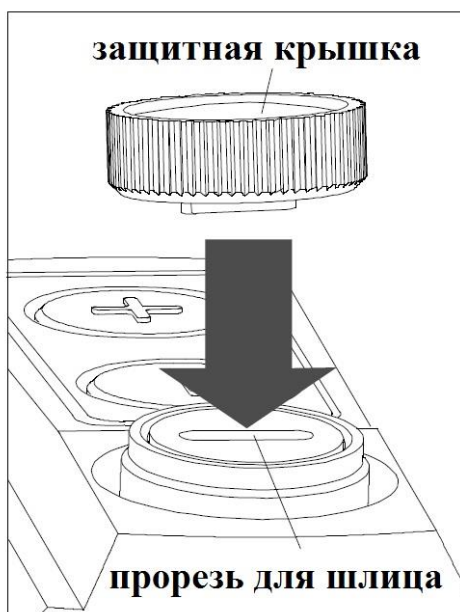

рис.6
2. Для ввода поправок можно воспользоваться встроенной в защитную крышку отверткой (см. Рис.6). Обратите внимание на надпись внутри крышки.